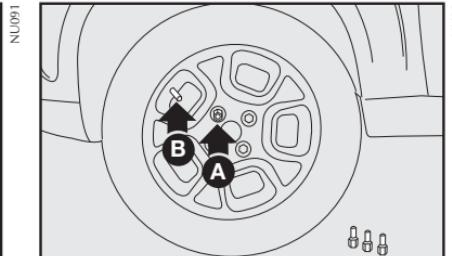

fig. 7
6) Montar a roda sobressalente, encaixando os furos A-fig. 7 com os respectivos pinos B-fig. 7.